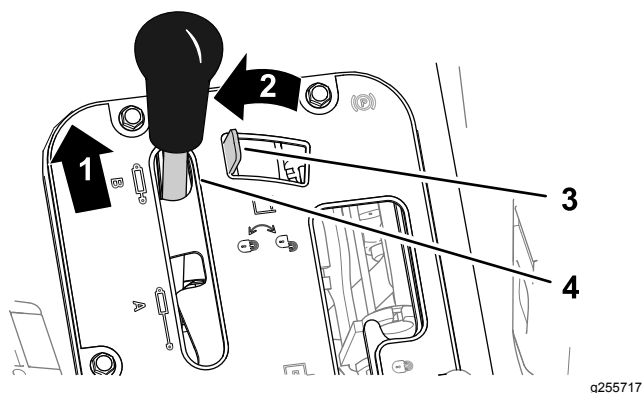
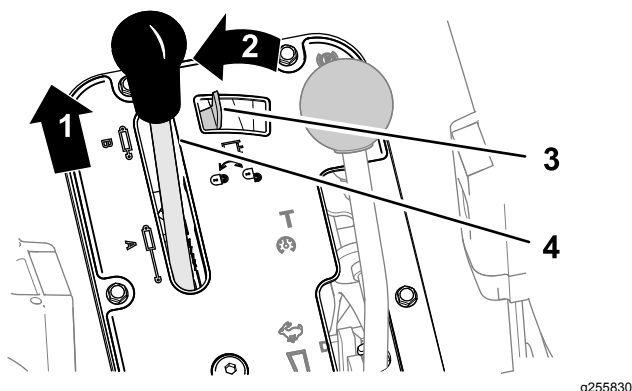

Figura 90
Figura 91
1. Empurre a alavanca de elevação hidráulica para a frente (Figura 90 ou Figura 91).
2. Mova o bloqueio da elevação hidráulica para a esquerda para engatar o bloqueio (Figura 90 ou Figura 91).